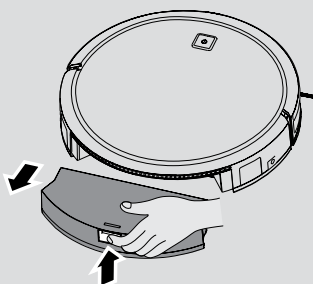

Fig. 17
1. Trykk på slippknappen og dra den ut. **[Fig. 17]**
2. Trykk på utløserknappen for støvbeholderen og ta ut støvbeholderen fra Roboten. **[Fig. 17]**